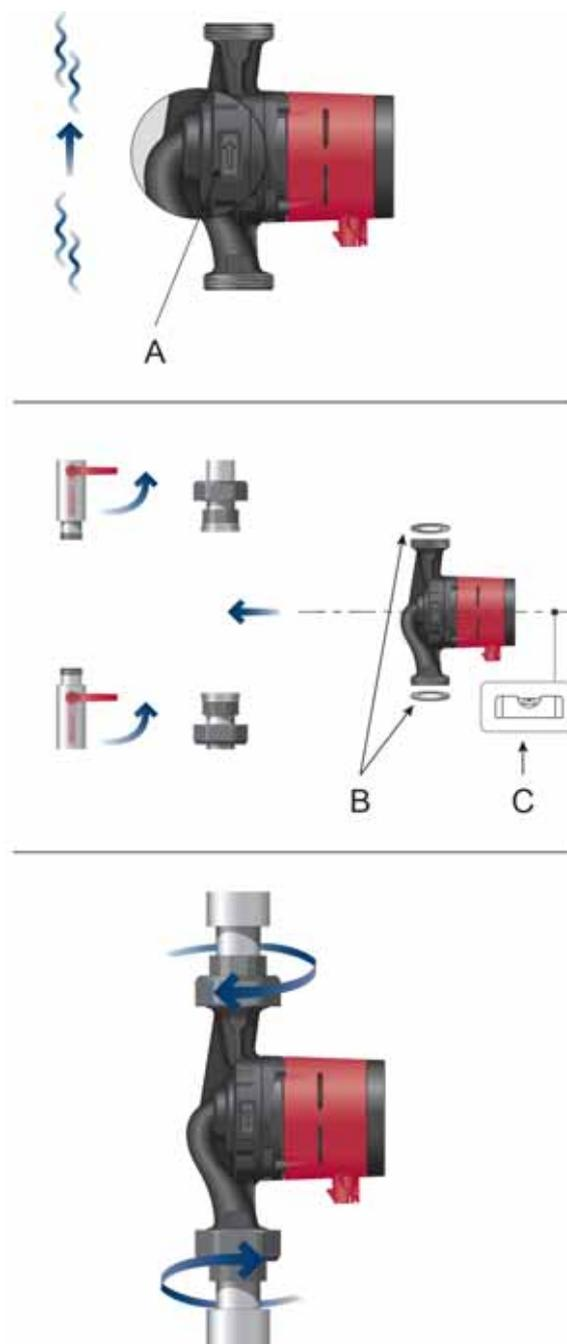

Abb. 1 Montieren des Produkts
Die Pfeile auf dem Pumpengehäuse geben die Strömungsrichtung der Flüssigkeit durch die Pumpe an. Siehe Abb. 1, Pos. A.
1. Bringen Sie bei der Montage der Pumpe in die Rohrleitung die beiden mitgelieferten Dichtungen an. Siehe Abb. 1, Pos. B.
2. Bauen Sie die Pumpe so ein, dass sich die Motorwelle in horizontaler Position befindet. Siehe Abb. 1, Pos. C. Siehe auch Abschnitt 3.2 Position des Schaltkastens.